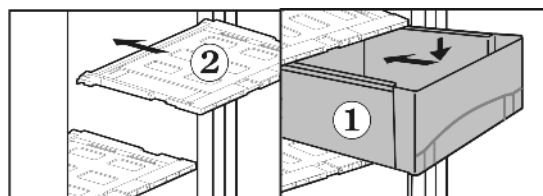

Fig. 17
- ▶ Установите крышки выдвижного ящика Fig. 17 (2): поперечные ребра крышки выдвижного ящика вставьте снизу в задние направляющие, защелкните спереди фиксатор в направляющей.
- ▶ Выдвижные ящики Fig. 17 (1) установите на направляющие и вдвиньте полностью до ясно слышимого защелкивания.